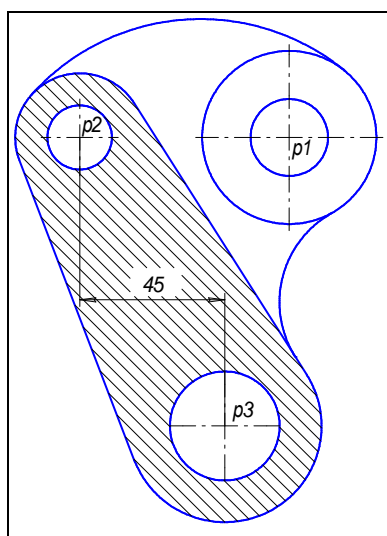

Рис. 73
20. Проставьте размер 45 (рис. 73).
21. Включите кнопку **Штриховка** на странице Геометрические построения. В строке Параметров задайте шаг 3 мм и угол штриховки 45° в соответствующих полях. С помощью кнопки **Ручное рисование границ** на Панели специального управления создайте границу вокруг размерного текста. Щелчком на кнопке **Создать объект** на Панели специального управления создайте границу и укажите курсором точку внутри области штриховки. Щелчком на кнопке **Создать объект** завершите создание штриховки. Результат показан на рис. 73.